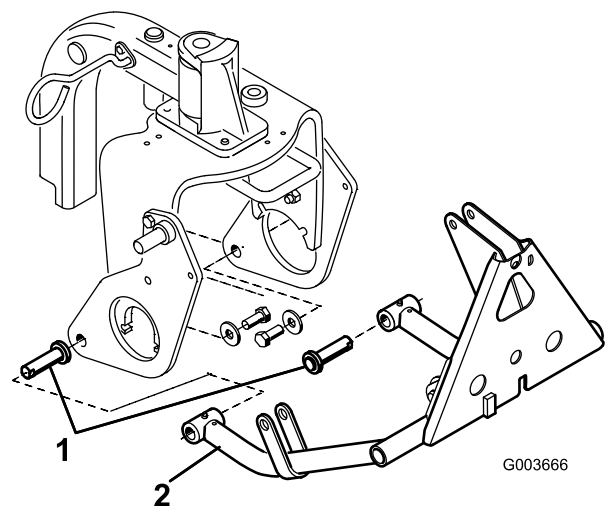

Figura 8
- Insira um pino do cilindro em cada tubo do braço como indicado em Figura 8.
- Insira os tubos dos braços nas placas do arado direito e esquerdo alinhando os guias dos pino do cilindro com os orifícios nas placas do arado (Figura 8).
- Monte cada pino do cilindro em cada uma das placas do arado com um parafuso (5/8 x 1-1/2 pol.) e uma anilha (1.68 O.D. x .65 I.D.) como indicado em Figura 8. Aperte o parafuso a 203 Nm.